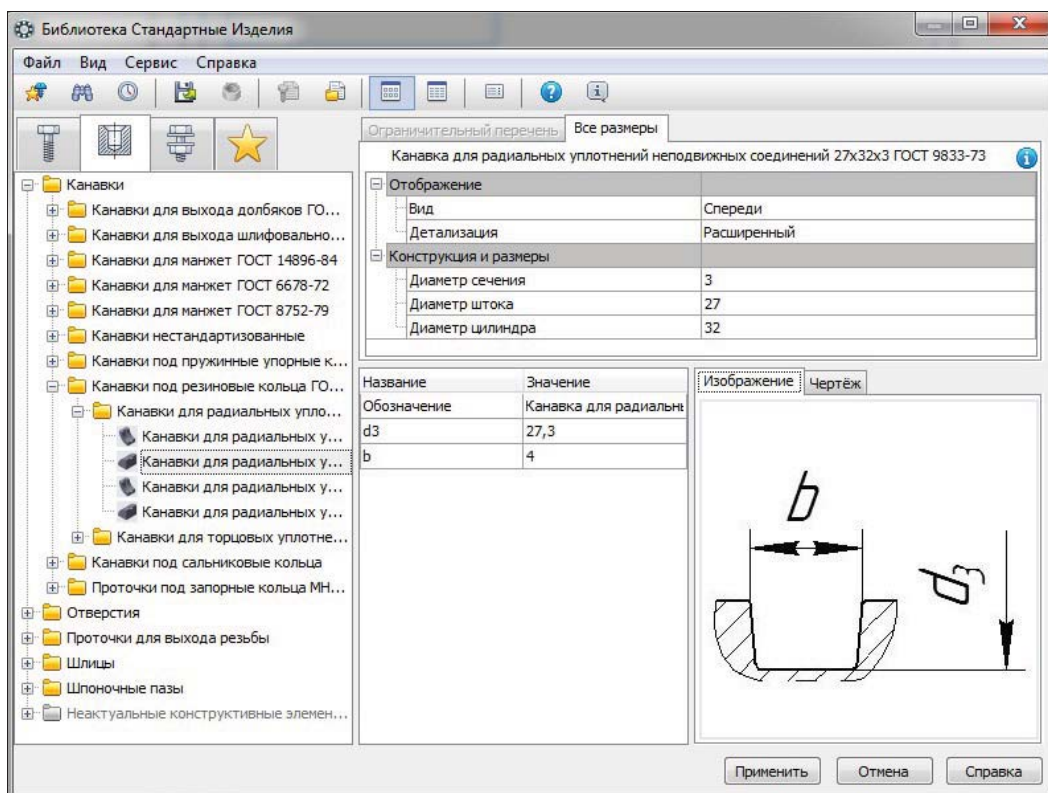

Рис. 30.21. Окно Библиотеки при выборе канавки для уплотнения
- ◆ в **Области навигации** нажмите на знаки "плюс" в разделе **Канавки** ► **Канавки под резиновые кольца** ► **Канавки для радиальных уплотнений неподвижных соединений**. В **Области свойств** (рис. 30.21) откроется панель параметров для ввода: